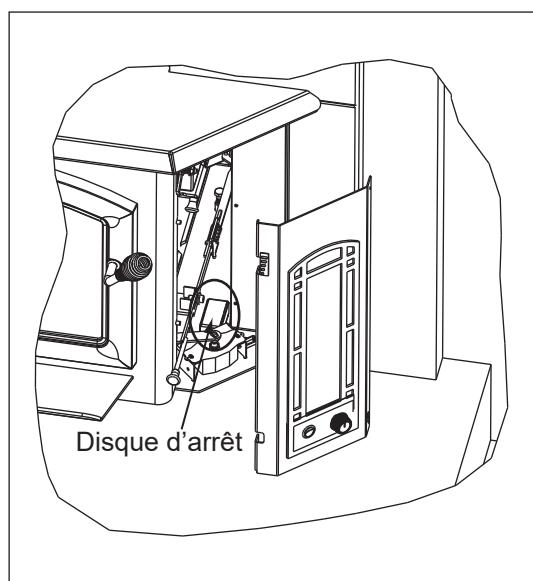

Figure 23.1 Emplacement du disque d'arrêt
1. L'ensemble de support du disque d'arrêt est situé au-dessus du boîtier du ventilateur. **Figure 23.1.**